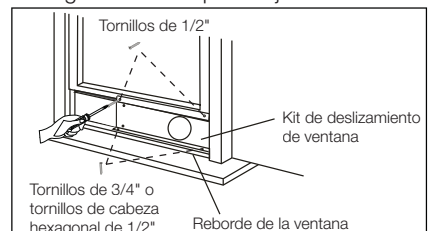

Fig. 15
3. Cierre la ventana de guillotina firmemente contra el kit de deslizamiento. (Fig. 15)
4. Pase dos tornillos de 1/2" para sujetar el kit de deslizamiento a la ventana de guillotina. (Fig. 15)
5. Sujete el kit de deslizamiento de la ventana al reborde (fig. 15):